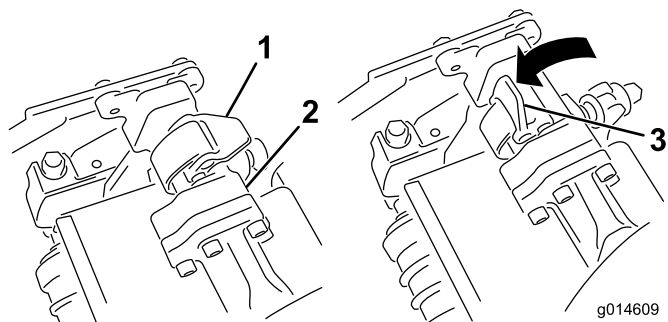
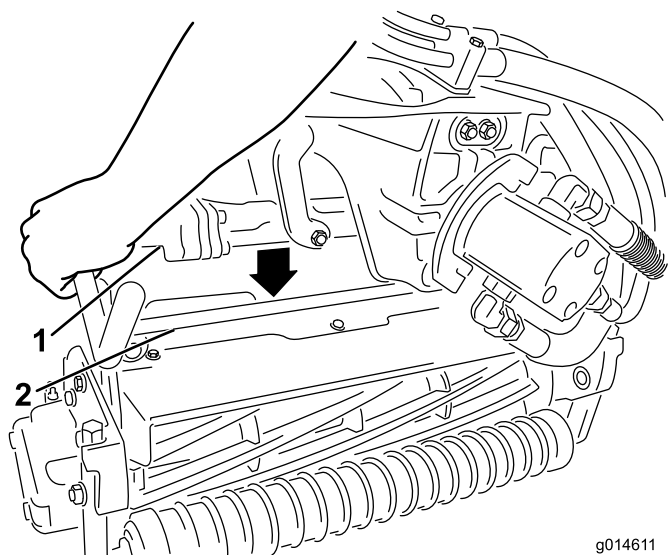

図 32
図 33
3. サスペンションアームのバーについているラッチを上向き（開いた状態）にして（図 32）、サスペンションアームを押し下げて、バーを、カッティングユニットのバーの上に被せるようにする（図 33）。
4. ラッチを下げるとカuttingユニットのバーがロックされてユニットがアームにセットされる (図 32)。
4. 取り外したいカuttingユニットのサスペンションアームのバーについているラッチを開く（図 32）。